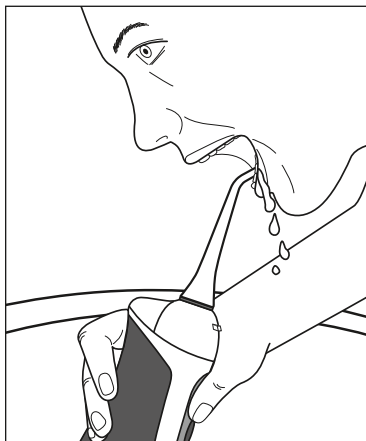

Fig. 1
- 4) Infilare l'accessorio **2** nella bocca per evitare spruzzi d'acqua. Piegarsi sul lavabo e tenere l'apparecchio portatile **5** possibilmente verticale (vedere fig. 1). L'ugello **1** dell'accessorio **2** è diretto sui denti/spazi interdentali.